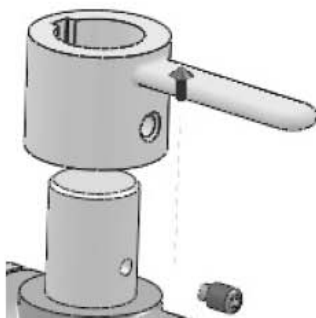

Рис. 6.48. Перемещение ручки
- Щелкните на выделенной оси левой кнопкой мыши и удерживайте ее. Переместите ручку на **60 мм** (рис. 6.48).